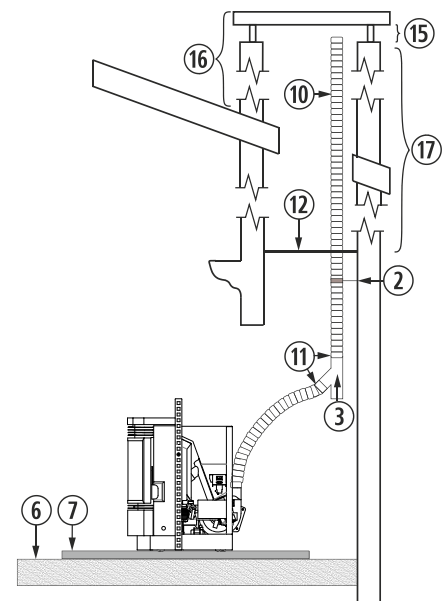

Figura 17
**4.31.** A instalação de um encastrável numa chaminé de obra pode ser feita em toda a sua totalidade em tubo flexível, tal como indicado na *figura 17*. Devemos ter especial cuidado na hora de realizar o isolamento entre a chaminé e o tubo da saída de gases para evitar possíveis retrocessos de gases em caso de tempestade.
②	Abraçadeira de união de aço inox.
③	Tê de 90° com registro.
⑥	Chão de madeira.
⑦	Protector de chão incombustível.
⑩	Tubo de aço inox flexível.
⑪	União adaptadora de flexível a rígido.
⑫	Isolante anti-retrocesso.
⑮	Mínimo 200mm.
⑯	Deve ultrapassar o teto em 1 metro.
⑰	Superior a 8m, aumentaremos uma medida.